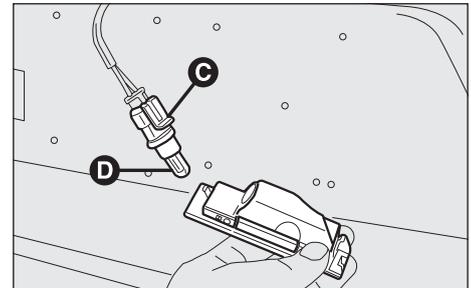

Abb. 55
– Die Lampenhalterung (C, Abb. 55)
setzte Lampe (D, Abb. 55) herausneh-